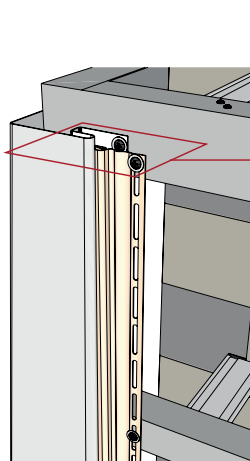

Рисунок 69
- 14.1** В стартовую планку заводится первая панель сайдинга. Монтаж сайдинга и стартовой планки следует начинать с наружного или внутреннего угла. Смонтируйте стартовую планку согласно рис. 69, соблюдая общие правила монтажа. Стартовая планка во внутренний угол, состоящий из двух J-профилей, монтируется аналогично.